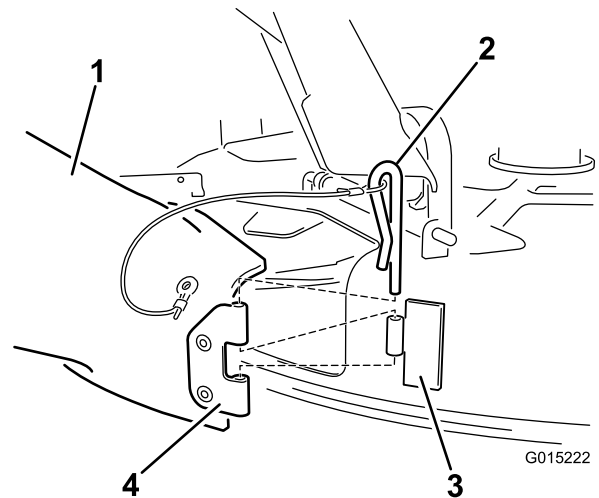

Figura 21
4. Localice el conducto entre las piezas sueltas. Alinee los taladros de la bisagra del conducto con la bisagra de la carcasa (Figura 21).